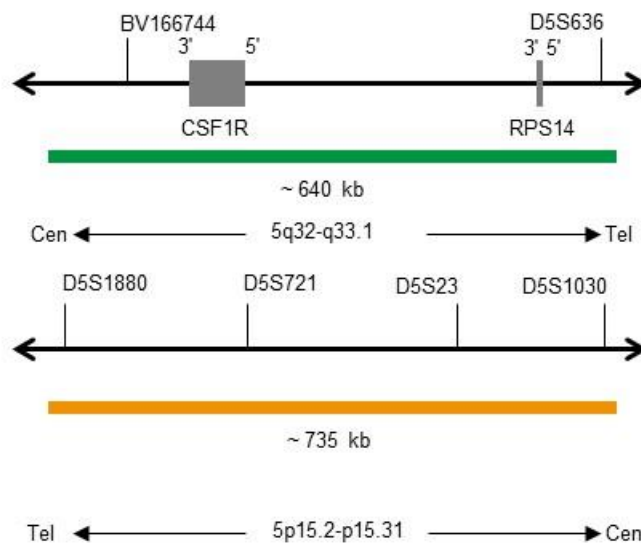

Fig. 1: Arriba: SPEC CSF1R Mapa de la sonda; abajo: SPEC D5S23,D5S721 Mapa de la sonda (no está a escala)
- Polinucleótidos marcados en verde (excitación a 503 nm/emisión a 528 nm) ZyGreen (~10,0 ng/μl), dirigidos a secuencias localizadas en 5q32-q33.1* (chr5:149,274,320-149,913,159) que albergan la región del gen CSF1R (ver Fig. 1).
- Polinucleótidos marcados en naranja (excitación a 547 nm/emisión a 572 nm) ZyOrange (~4,5 ng/μl), dirigidos a secuencias localizadas en 5p15.2-p15.31* (chr5:9,233,775-9,967,465) que albergan el locus D5S23,D5S721 (ver Fig. 1).